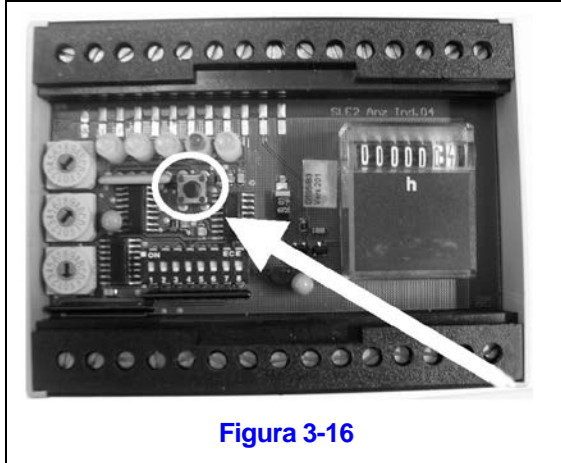

Figura 3-16
2. Mantenga presionado el botón S5 durante más de 3 segundos y suéltelo. (El botón S5 está ubicado directamente debajo del LED rojo de "err"). Figura 3-16.
- a. Mantenga presionado el botón S5 durante más de 3 segundos. (El botón S5 está ubicado directamente debajo del LED rojo de "err"). Consulte la Figura 3-16.